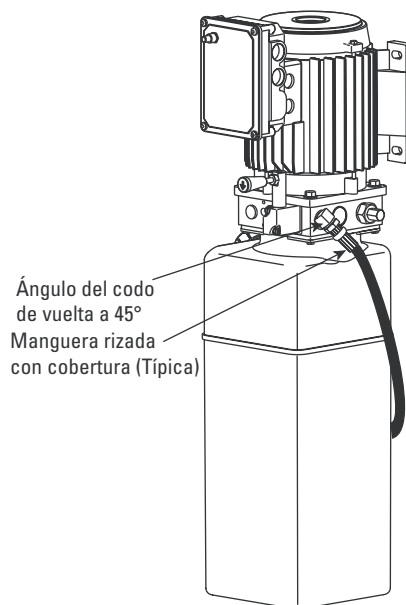

Fig. 21
- C. Instale y apriete a mano el codo a la bomba hasta que la junta tórica esté asentada y el codo esté hacia abajo a unos 45°, Fig. 21. Continúe apretando la contratuerca a 10-15 pies-libras (14-20 Nm), o hasta que la tuerca y la arandela estén asentadas al colector de la bomba. NOTA: Podría todavía ser capaz de girar el codo. Esto es aceptable a menos de que haya filtración hacia la junta tórica. De ser así, apriete suavemente la contratuerca.